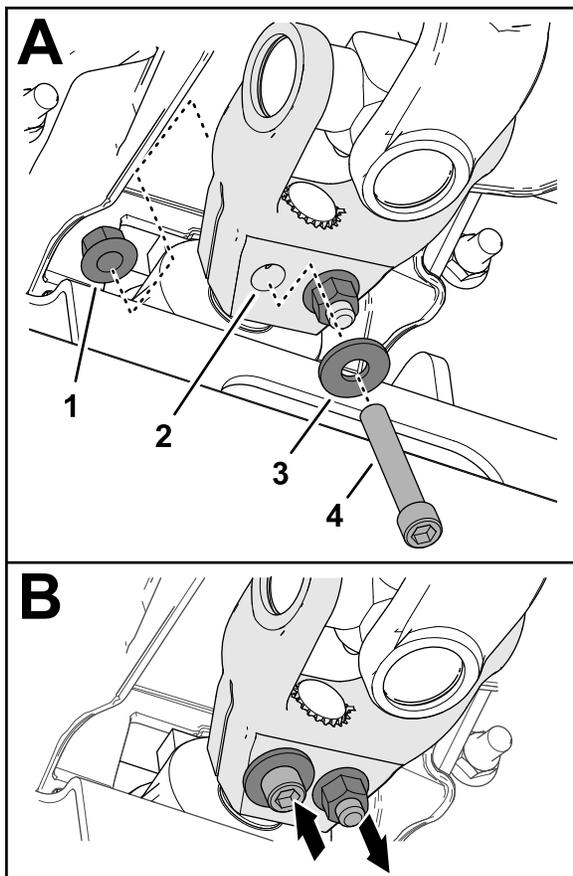

Figura 16
- Montate un bullone senza dado a brugola ($\frac{3}{8}$ " x $2\frac{1}{4}$ ") attraverso una rondella ($\frac{3}{8}$ ") e il foro nella forcella dell'albero di trasmissione (Figura 16), e fissate il bullone senza dado con un dado di bloccaggio flangiato ($\frac{3}{8}$ ").
- Montate un bullone senza dado a brugola ($\frac{3}{8}$ " x $2\frac{1}{4}$ ") attraverso una rondella ($\frac{3}{8}$ ") e il foro nella forcella dell'albero di trasmissione dalla direzione opposta (Figura 16), e fissate il bullone senza dado con un dado di bloccaggio flangiato ($\frac{3}{8}$ ").